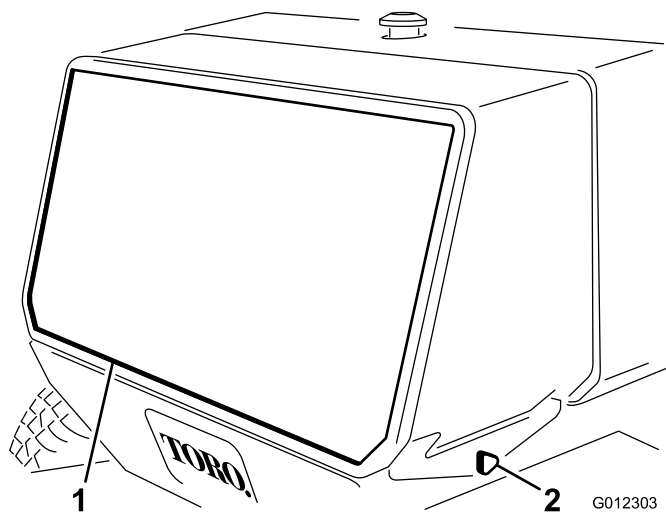

図 29
1. 後スクリーンをフレームに固定しているノブを外す（図 29）。スクリーンを取り外す。